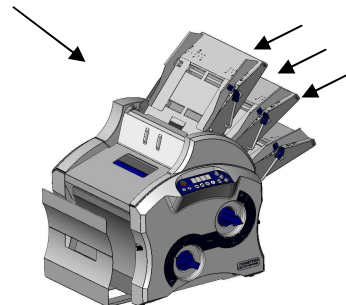

Abb. 07
2.4.2 Papiereinlegen beim TF MULTI *plus* (= drei Papierkassetten, siehe Abb. 07)